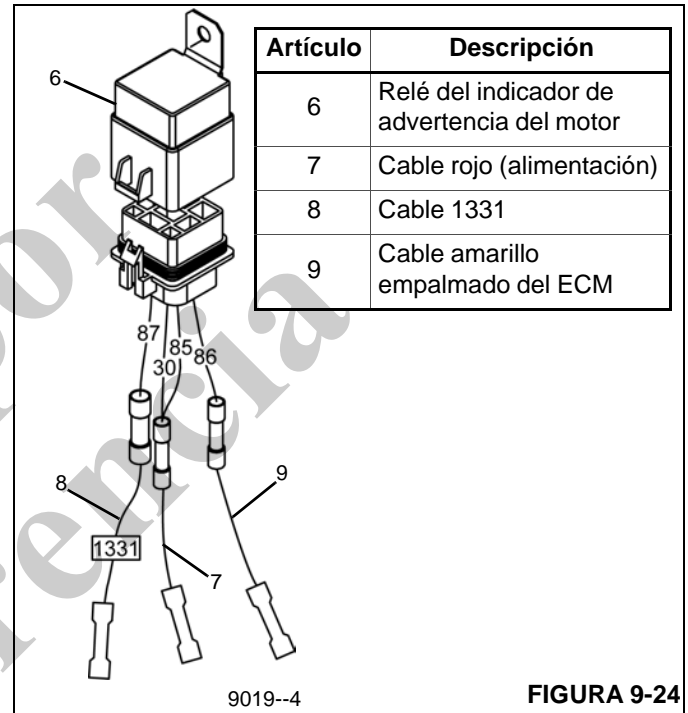

FIGURA 9-24
11. Instale el relé del indicador de advertencia del motor (6, Figura 9-24) en el lado del motor del tabique. Pase el cable rojo (7) que se empalmó con el cable 901 en el